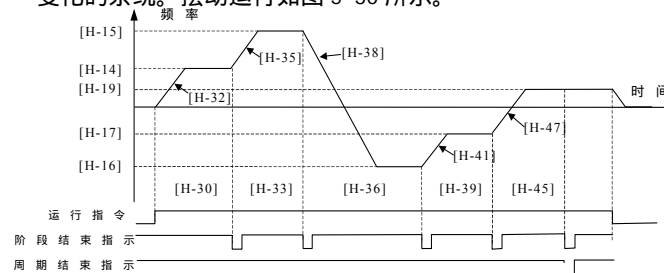

图 5-29 保持最终值模式（方式 3）
*3：保持最终值。变频器运行完单循环后不停机，以最后 1 个运行时间不为零的阶段速度持续运行。保持最终值模式如图 5-29 所示。